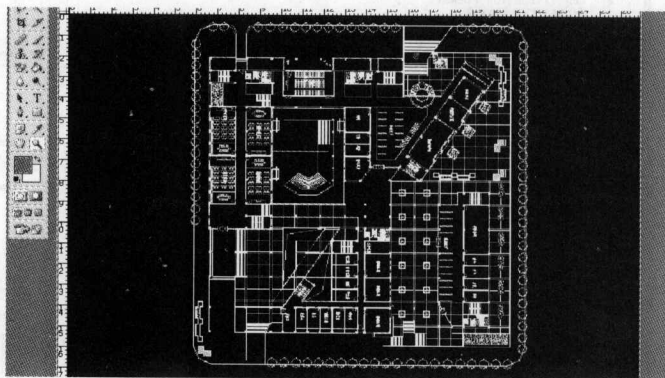

图 2-15
(12) 打开“Photoshop”,单击【文件】菜单下的“Open”项,然后打开 CAD,输出名为“Drawing.tif”的图像文件,如图 2-15 所示。